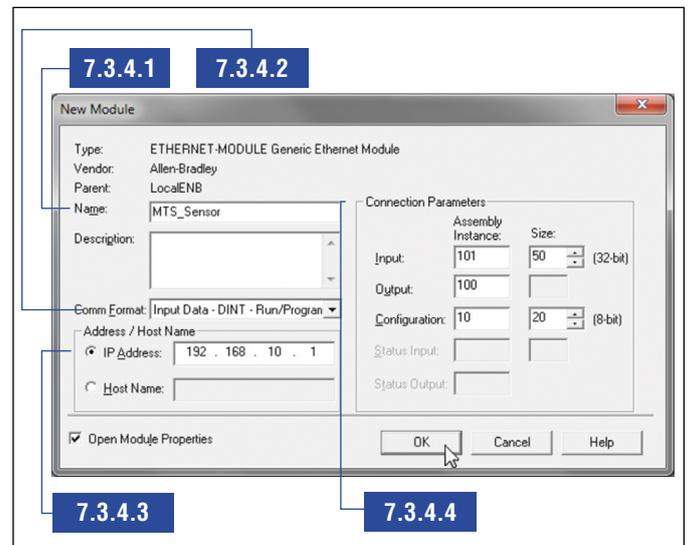

Abb. 103: „New Module“-Fenster
- Setzen Sie den Haken bei dem Kontrollkästchen „Open Module Properties“ unten links und bestätigen Sie Ihre Angaben durch Klicken der Schaltfläche „OK“ (Abb. 103).